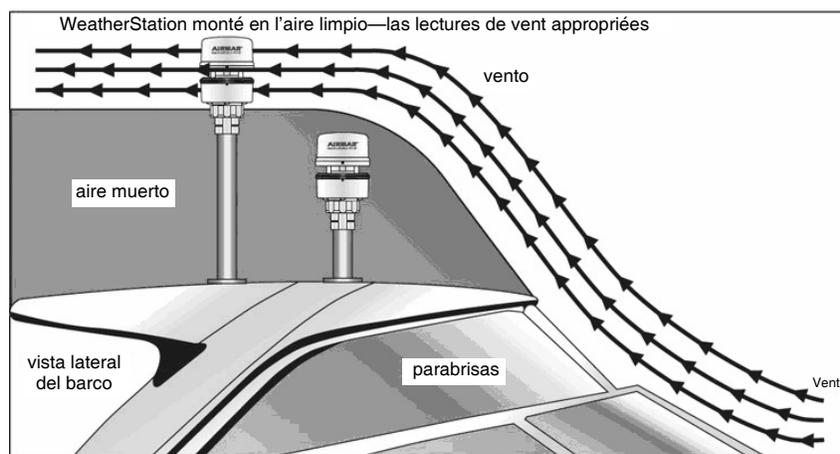

Figura 13. La elección del lugar de montaje en el vehículo/barco
*Mueva el WeatherStation Instrument más atrás y más alto (figura 13).*